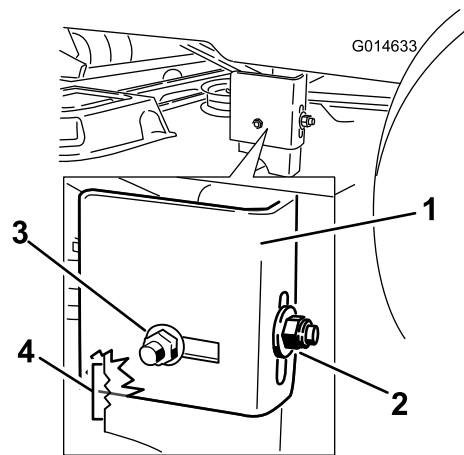

Figure 52
8. Desserrez légèrement l'écrou de blocage arrière du support de manière à pouvoir déplacer ce dernier (Figure 52).
10. Arrêtez le plateau de coupe et vérifiez sa hauteur, puis serrez l'écrou de blocage arrière sur le support pour fixer cette nouvelle position (Figure 52). Serrez l'écrou de blocage latéral sur le support.